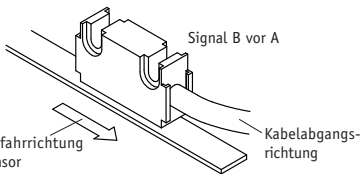

Abb. 6: Definition der Zählrichtung
- **Auf richtige Ausrichtung bezüglich der Zählrichtung achten (Abb. 6).**